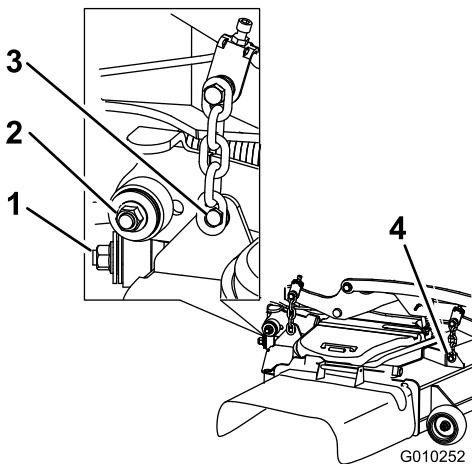

Figura 103
- Retire y guarde los herrajes de ambos lados de la carcasa, según se muestra en Figura 103.